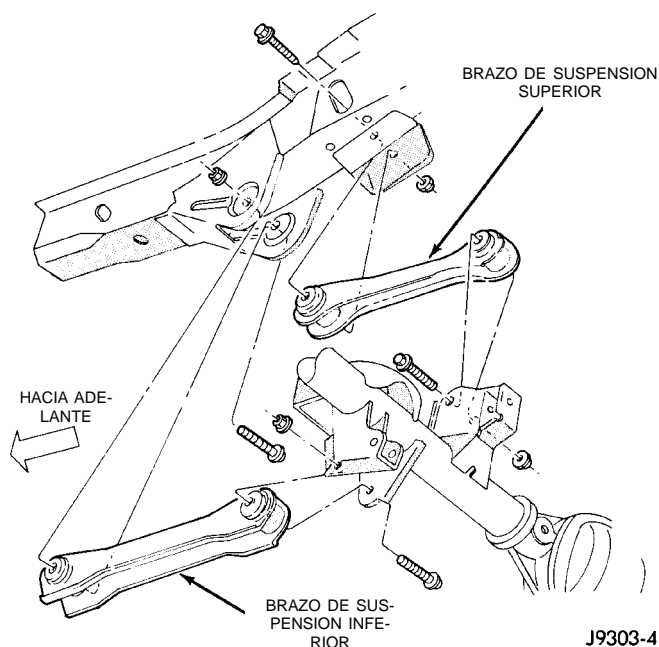

Fig. 3 Brazos de suspensión superior e inferior
- (1) Eleve y apoye el vehículo.
- (2) Retire la tuerca y perno del brazo de suspensión inferior situados en el soporte del eje (Fig. 3).
- (3) Retire la tuerca y perno (Fig. 3) situados en el larguero de bastidor y retire el brazo de suspensión inferior.
- (2) Retire la tuerca y perno del brazo de suspensión superior situados en el soporte del eje (Fig. 3). Retire del brazo el soporte del cable de ABS (Sistema de frenos antibloqueo).
- (3) Retire la tuerca y perno situados en el larguero de bastidor y retire el brazo de suspensión superior.